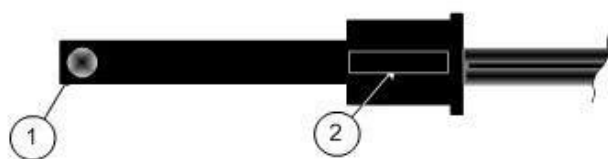

Рис. 19
10. Проверка загрязненности линзы детектора пламени (Рис. 19).